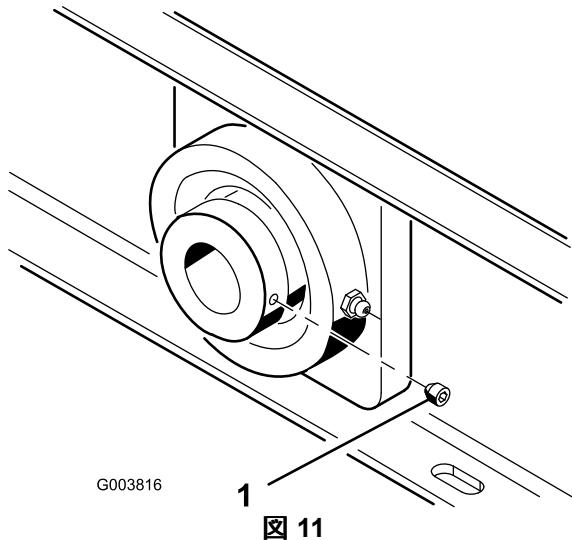

図 11
- ファンシャフト・ベアリングの固定ねじ 図 11 も  $6.69.3\text{N-m} 0.70.9\text{kg.m} = 5882\text{in-lbs}$  にトルク締めする。